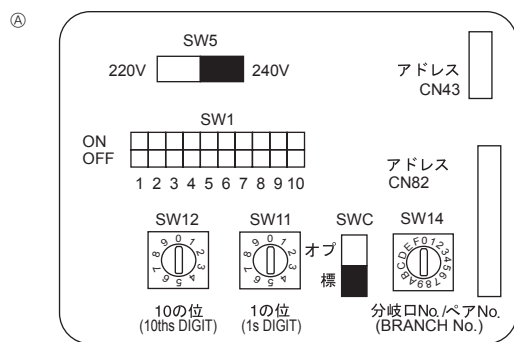

Fig. 7-4
7.5. Установка адресов (Fig. 7-4)
- ④ Адресный щит
7.6. Определение температуры в помещении встроенным датчиком пульта дистанционного управления (Fig.7-4)